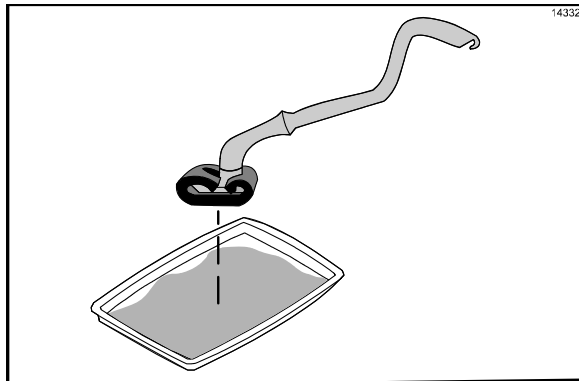

Рисунок 32
14. Опустите очистительную губку с держателем в моющий раствор для гриля. (См. рис. 32)